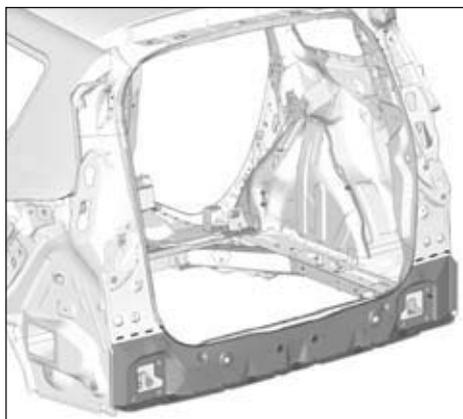

FIG. 162
- Respecter les ligne de coupe (Fig.162).